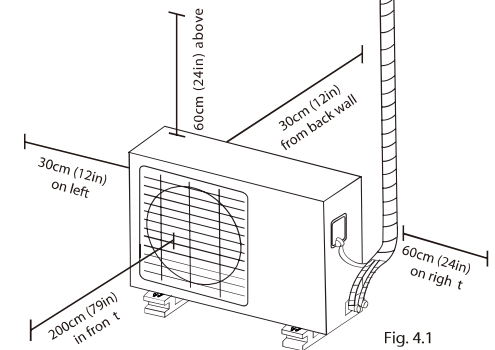

Fig. 4.1
- Cumplen todos los requisitos de espacio demostrados en los Requisitos de Espacio de Instalación (Fig. 4.1).